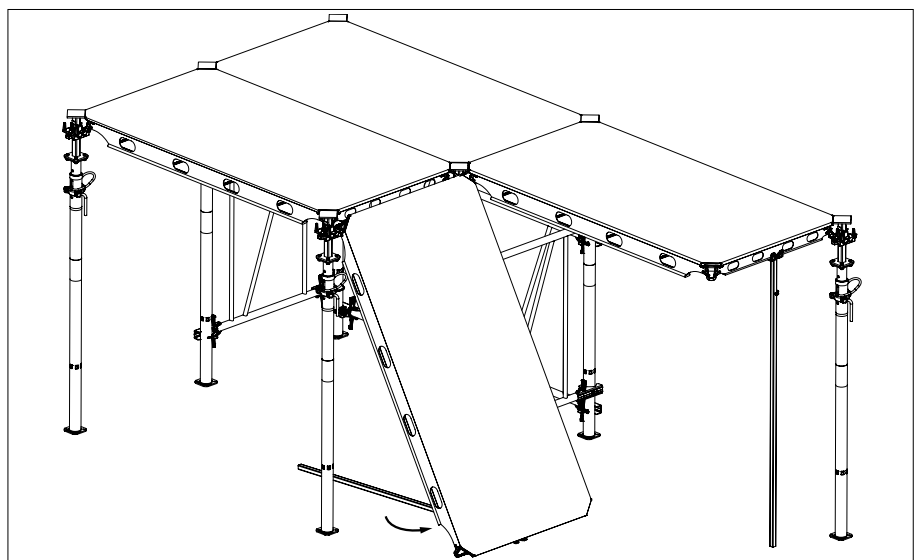

Fig. A5.11
4. Enganche y gire el siguiente panel (como se muestra en los pasos 1 y 2) mediante una horquilla auxiliar de encofrado adicional. (Fig. A5.11)